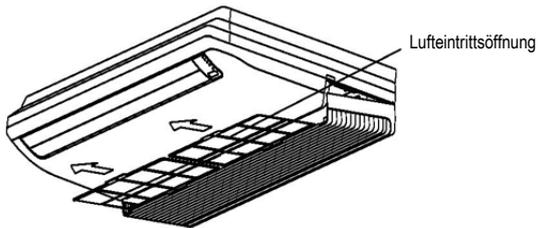

Abb. E2
2. Entfernen Sie den Luftfilter (siehe Abb.E2).
4. Setzen Sie den Luftfilter wieder ein, in umgekehrter Reihenfolge im Vergleich zu Abb.E2.